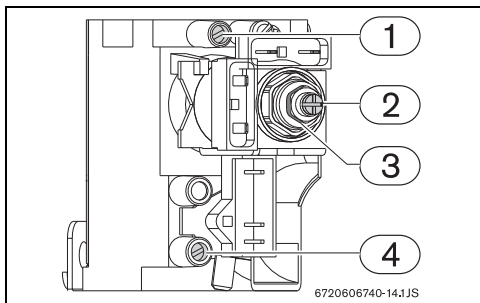

Fig. 14 Puntos de medición de presión
- ▶ Utilizando la tuerca de ajuste (→ Fig. 14, [3]) regule la presión hasta alcanzar los valores indicados en la Tab. 5.
- ▶ Utilizando el tornillo de ajuste (→ Fig. 14, [2]) regule la presión hasta alcanzar los valores indicados en la Tab. 5.